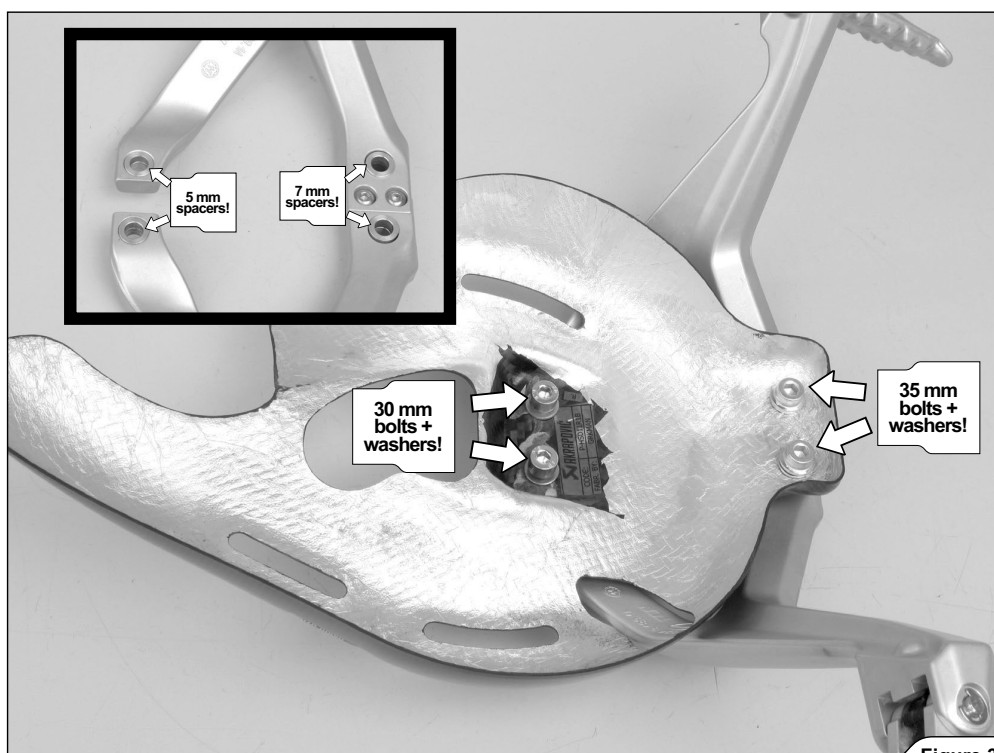

Figure 30
5. パッセンジャーフットペグを使用するタイプのみ: Akrapovič 取り付けキットに付属のスペーサー、ボルト、ワッシャーを使用して、ヒートガードとパッセンジャーフットペグをサブフレームに取り付けます (図 30、31)。